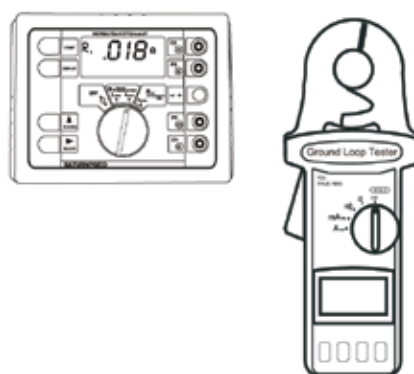

Figura 3: Medidores de impedancia de tierra.
Existen dos tipos de medidores de impedancia de tierra: (1) medidores de resistencia de tierra de tres y cuatro hilos -también llamados telurómetros-, y (2) pinzas de medida de la impedancia de bucle de tierra (véase la figura 3).